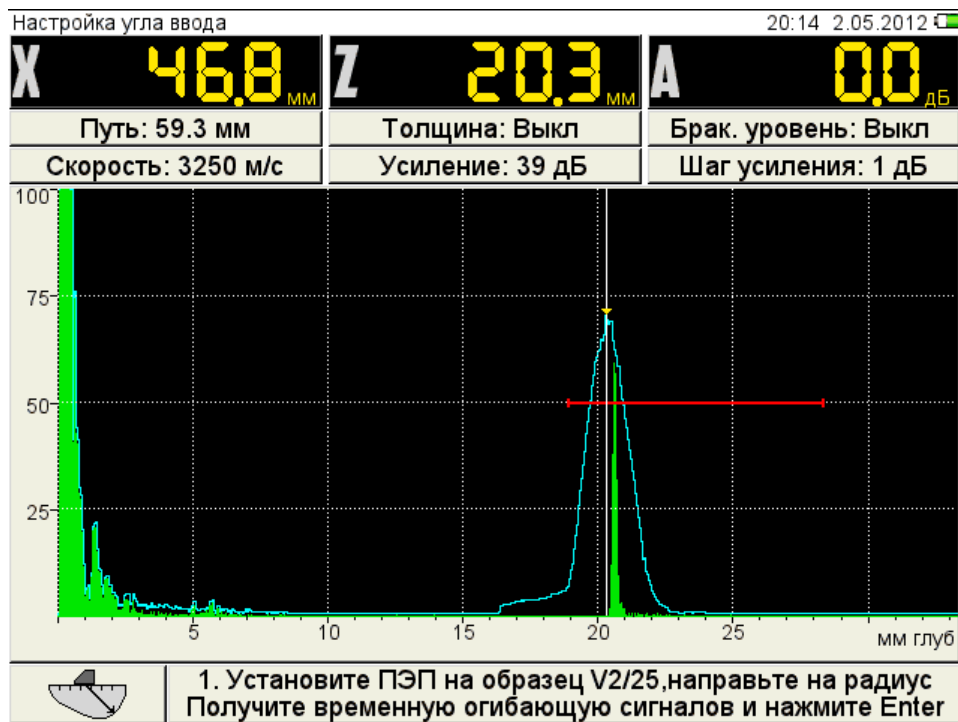

Рисунок 9
- для определения задержки в призме преобразователя просканировать радиусную часть (R50) образца V2/25 со стороны длинной грани (рисунок 9), получить временную огибающую сигналов и нажать клавишу;